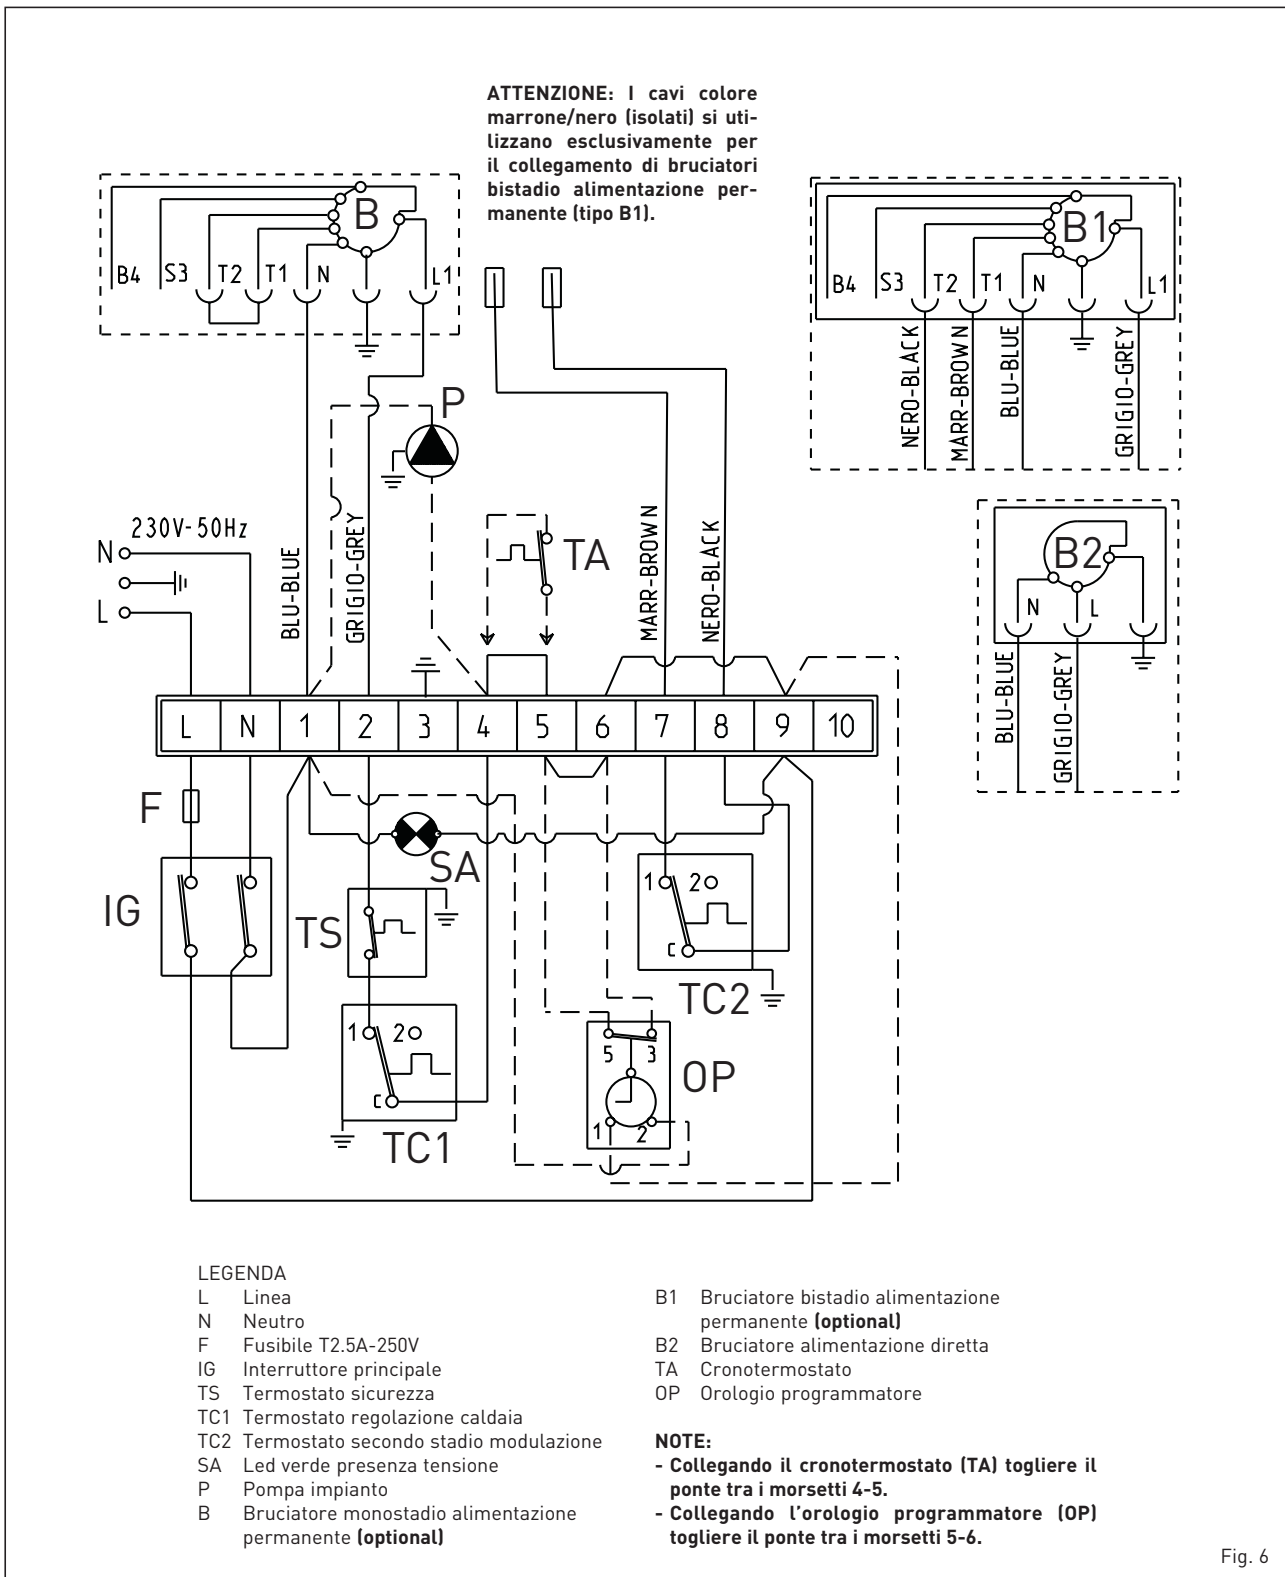

Fig. 6
2.5 ALLACCIAMENTO ELETTRICO (fig. 6)
Il cavo del regolatore climatico, la cui installazione è d'obbligo per ottenere una migliore regolazione della temperatura ambiente, dovrà essere collegato come indicato in fig. 6. Collegare quindi il cavo di alimentazione del bruciatore e della pompa